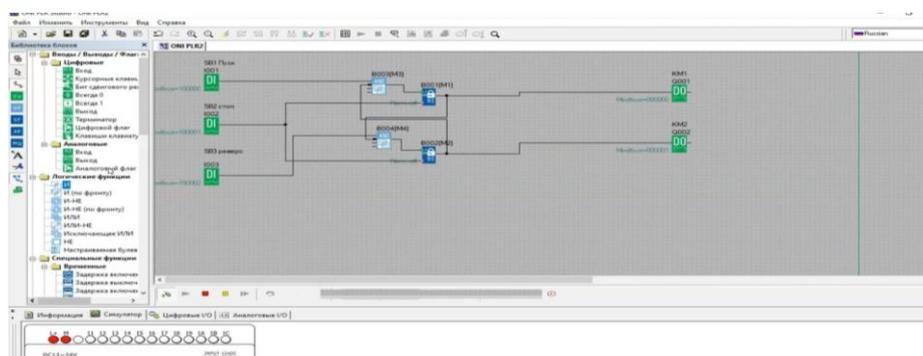

Рисунок 8 – Настройка работы двигателя
5. Подаем сигналы от инвестированных входов элементов «И» к выходам RS-триггеров. В результате чего, когда с выхода второго RS-триггера на первый элемент «И» придет 0, тогда поступит сигнал на первый RS-триггер. И наоборот. Поэтому двигатель сможет работать одновременно только в одном направлении. Получаем такую схему (рис. 8).